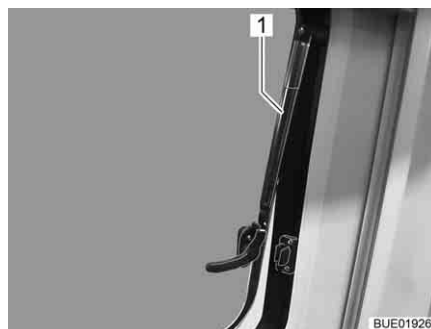

Fig. 17 Finestra apribile con deflettore automatico
- Aprire la finestra apribile fino alla posizione desiderata. Fissare la finestra apribile facendo innestare autonomamente il deflettore automatico (Fig. 17,1).